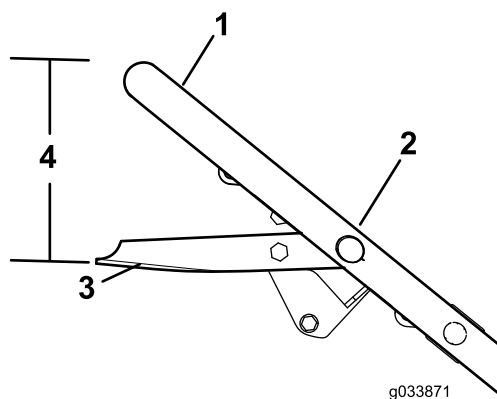

Figure 30
3. Tenez la barre de commande de la lame à 19 cm (7 $\frac{5}{8}$ po) du haut du guidon, comme illustré à la Figure 30.